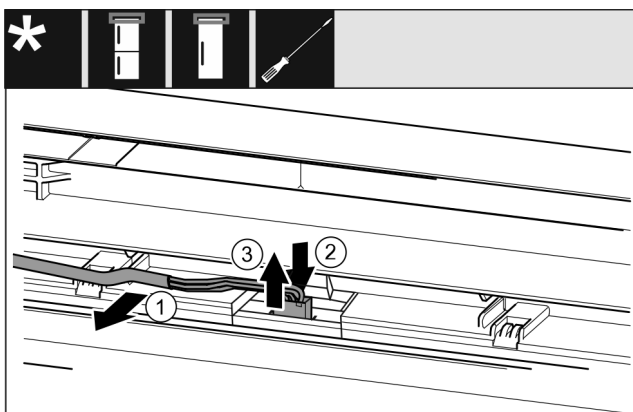

Fig. 22 Kühl-/Gefrierkombinationen / Gefriergeräte / Kühlgeräte\*
- ▶ Kabel Fig. 22 (1) vorsichtig aus der Führung in der Tür lösen.\*
- ▶ Lasche Fig. 22 (2) hinter dem Stecker nach hinten drücken.\*
- ▶ Stecker Fig. 22 (3) vorsichtig nach oben herausziehen.\*